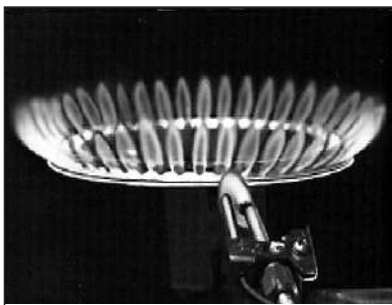

Figura 6. — Quemador Y Configuración De La Flama Del Piloto
- B. Inspeccione visualmente el quemador una vez al año, mientras lo está encendiendo, y la llama del quemador del piloto con el quemador principal apagado. (Consulte la Figura 6 para verificar la configuración de la llama normal.) Si se nota que el quemador está operando en forma fuera de lo común, se debe apagar el calentador de agua hasta que se pueda obtener asistencia de servicio capacitado.